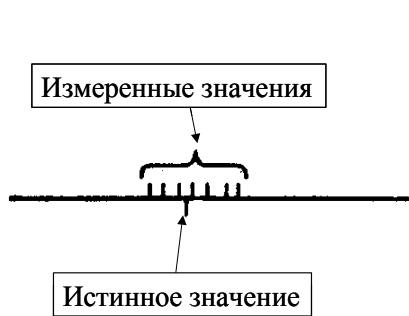

Рис.1
**Случайные погрешности.** Многократно повторяя одни и те же измерения, можно заметить, что довольно часто их результаты не в точности равны друг другу, а «пляшут» вокруг некоторого среднего (рис.1). Погрешности, меняющие величину и знак от опыта к опыту, называют случайными. Случайные погрешности произвольно вносятся экспериментатором вследствие несовершенства органов чувств, случайных внешних факторов и т.д. Если погрешность каждого отдельного измерения принципиально непредсказуема, то они случайным образом изменяют значение измеряемой величины. Эти погрешности можно оценить только при помощи статистической обработки многократных измерений искомой величины.